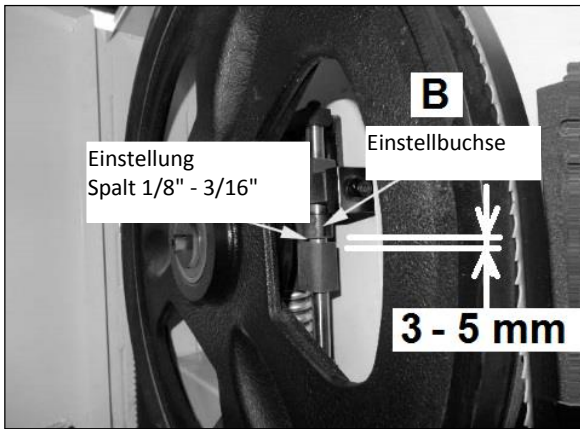

Abb. 39
**JWBS-20:** Die Anschlagbuchse (B, Abb. 39) drehen, bis der Spalt zwischen Anschlagbuchse und dem Radwellenscharnier 3 bis 5 mm beträgt.